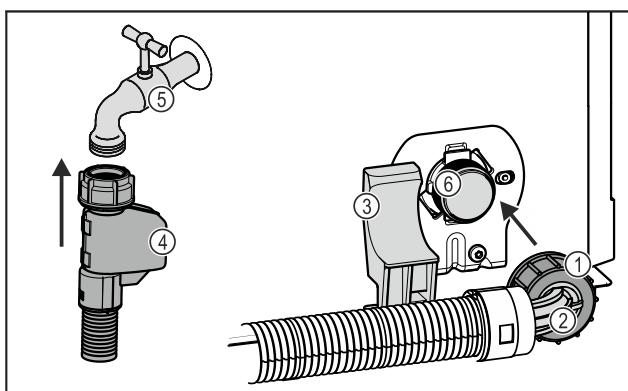

Fig. 19
- Gerades Schlauchende Fig. 19 (4) am Wasserhahn Fig. 19 (5) anschließen.